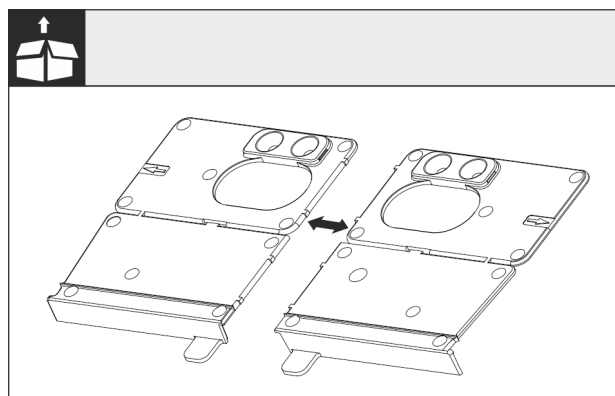

Fig. 24
- Oddělte montážní úhelník dna Fig. 24 () v perforaci.